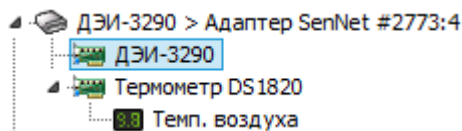

Рисунок 42. Выбор устройства датчика "ДЭИ-3290"
- Выберите устройство датчика, к которому необходимо подключить параметр (рис. 42), и нажмите кнопку **+** **Подключение элемента** на *панели инструментов* компонента "**Сеть датчиков**".